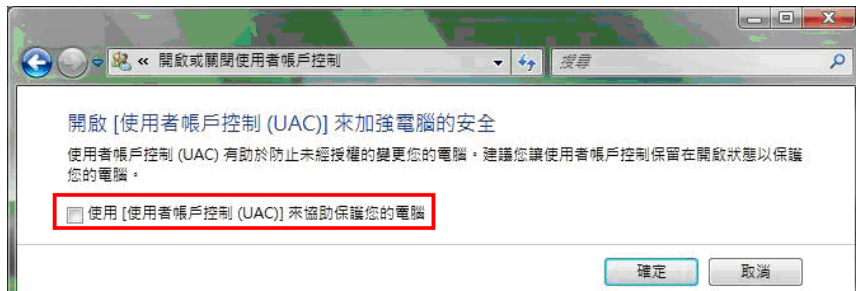

图 3-1-9 用户帐户控制(UAC)画面
4. 取消勾选使用【用户帐户控制(UAC)】(图 3-1-9)。请注意此选项务必取消勾选, 否则软件安装将会无法成功。